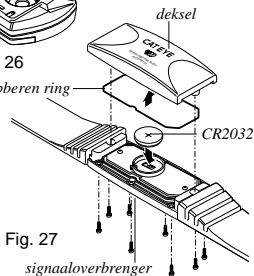

Fig. 27
*1. Draai de 8 schroeven aan de achterzijde van de zender los en haal het deksel eraf (fig. 27).*